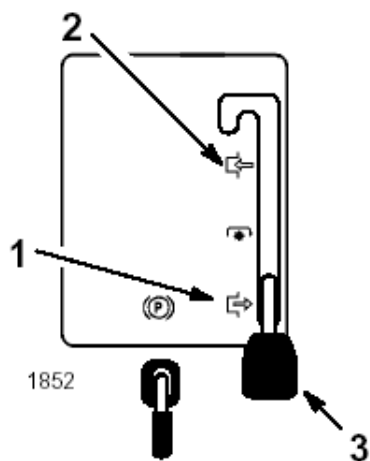

图7
3、移开刀片控制（PTO）至“DISENGAGED”止动位置。（图7）